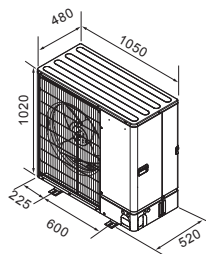

Fig. 2-3
2.3. Zunanje dimenzije (zunanja enota) (Fig. 2-3)